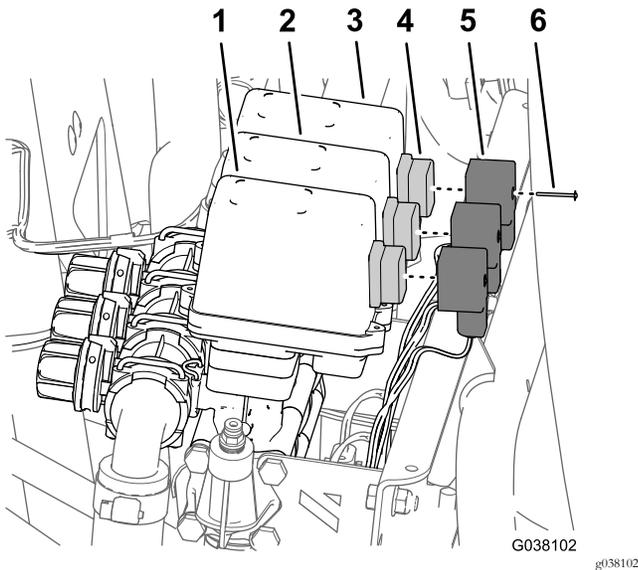

Bild 6
1. Entfernen Sie die Schraube, mit dem der Dreikontaktanschluss des Kabelbaums, der mit RIGHT SPRAY VALVE beschriftet ist, am rechten Sprühventil befestigt ist (Bild 6).
2. Nehmen Sie den Dreikontaktanschluss des Kabelbaums vom Sprühventil ab (Bild 6).